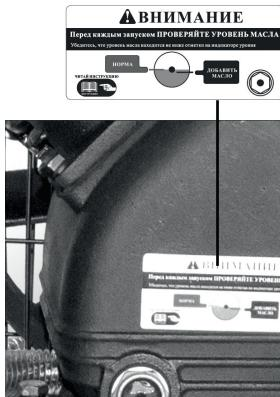

Рис. 3
- Перед первым использованием проверить наличие масла в картере компрессора и, при необходимости, добавить по уровню. (рис. 3)
- Поддерживайте уровень масла в пределах красной метки на индикаторе уровня масла. (рис. 3)
- Проверьте уровень масла (рис. 3).
- Используемое масло должно быть чистым, его уровень должен быть на красной отметке измерительного окошка (рис. 3).